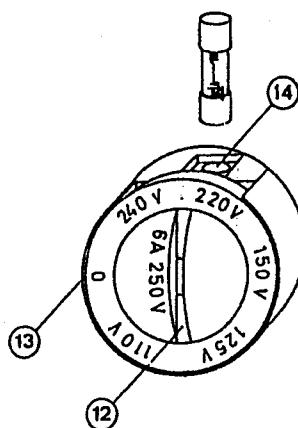

Fig. 3
Spannungswähler ② auf der Rückseite des Gerätes überprüfen; neben der weißen Markierung ⑬ muß der Wert für die ortsübliche Netzwechselspannung stehen (s. auch Fig. 3 in Abschnitt 4, Austausch der Sicherung).
Check voltage selector switch ② on the rear of the instrument. The local voltage rating should be placed near the white mark ⑬ (see also Fig. 3 in section 4, exchange of fuse).
Zum Austausch der Primärsicherung Geldstück in Schlitz ⑫ des Spannungswählers und Sicherungshalter ⑬ stecken und so drehen, bis sich die "0" wie in Fig. 3 neben der weißen Markierung ⑭ befindet; die in dieser Stellung aus der Öffnung ⑮ federnd herausgedrückte Schmelzsicherung mit der Hand abfangen; neue Sicherung in Öffnung schieben und mit einem spitzen Gegenstand (Kugelschreiber oder Schraubenzieher) unter gleichzeitiger Drehung des Geldstückes in Schlitz ⑫ nach unten drücken.
For exchanging the primary fuse, put a coin into slot ⑫ of the voltage selector switch and fuse holder ⑬ and turn switch until the white mark ⑭ is near to position "0" as shown in Fig. 3. The fuse pushed out in this position by a spring is caught by hand, insert new fuse into opening ⑮ and press down by means of a pointed object, such as ball pen, screw driver or similar, at the same time turning and pressing down the coin in the slot ⑫.